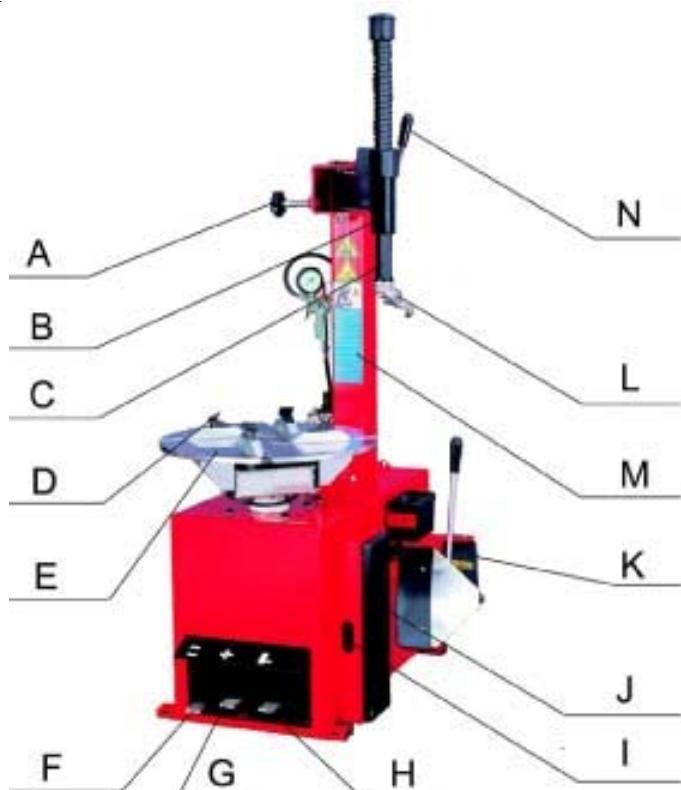

Рис.2
- 2) Нажмите педаль вращения стола (3, рис.2). Монтажный стол должен вращаться по часовой стрелке. Поднимите педаль. Стол должен вращаться против часовой стрелки.
- 3) Нажмите педаль отжима покрышки (1, рис.2) до срабатывания лопаты отжима. При отпускании педали она должна вернуться в исходное положение. 4) Нажмите педаль зажима кулачков (2, рис.2) для разведения кулачков. При повторном нажатии на педаль кулачки сходятся.
1) ВНИМАНИЕ: перед выполнением этой операции полностью спустите воздух из шины и уберите с колеса балансировочные грузы. 2) Во избежание повреждения шины и для облегчения процесса намажьте по всей поверхности закраине покрышки смазку. 3) Установите колесо на монтажный стол (4, рис.2). 4) Чтобы закрепить колесо на столе, проделайте следующее (в зависимости от размера колеса): Обод от 10" до 18": Поместите четыре кулачка (5, рис.2) в положение, отмеченное маркировкой на столике, выжимая до половины вниз педаль зажима (2, рис.2). Установите колесо на кулачки и, прижимая обод колеса, выжмите педаль захвата до упора. Убедитесь, что колесо прочно удерживается кулачками.
5) Опустите штангу (7, рис.2), пока монтажная головка (6, рис.2) не окажется рядом с ободом над колесом. При помощи блокировки зафиксируйте положение штанги.
- 7) Поднимите закраину покрышки на носик монтажной головки. Для этого вставьте монтажную лопатку между закраиной шины и носиком монтажной головки, затем приподнимите педаль вращения стола (3, рис.2).
- 9) Удерживая монтажную лопатку (14, рис.2) в нужном положении, вращайте стол по часовой стрелке, полностью выжав педаль вращения стола. Продолжайте, пока шина полностью не отделился от обода.
- 3) Зафиксируйте обод колеса при помощи внутренних частей кулачков (5, рис.2).
- 4) ПРИМЕЧАНИЕ: если вы работаете с ободами одного и того же размера, нет необходимости постоянно фиксировать и освобождать штангу. Вместо этого сдвиньте в сторону плечо (8, рис.2) с зафиксированной штангой (7, рис.2).